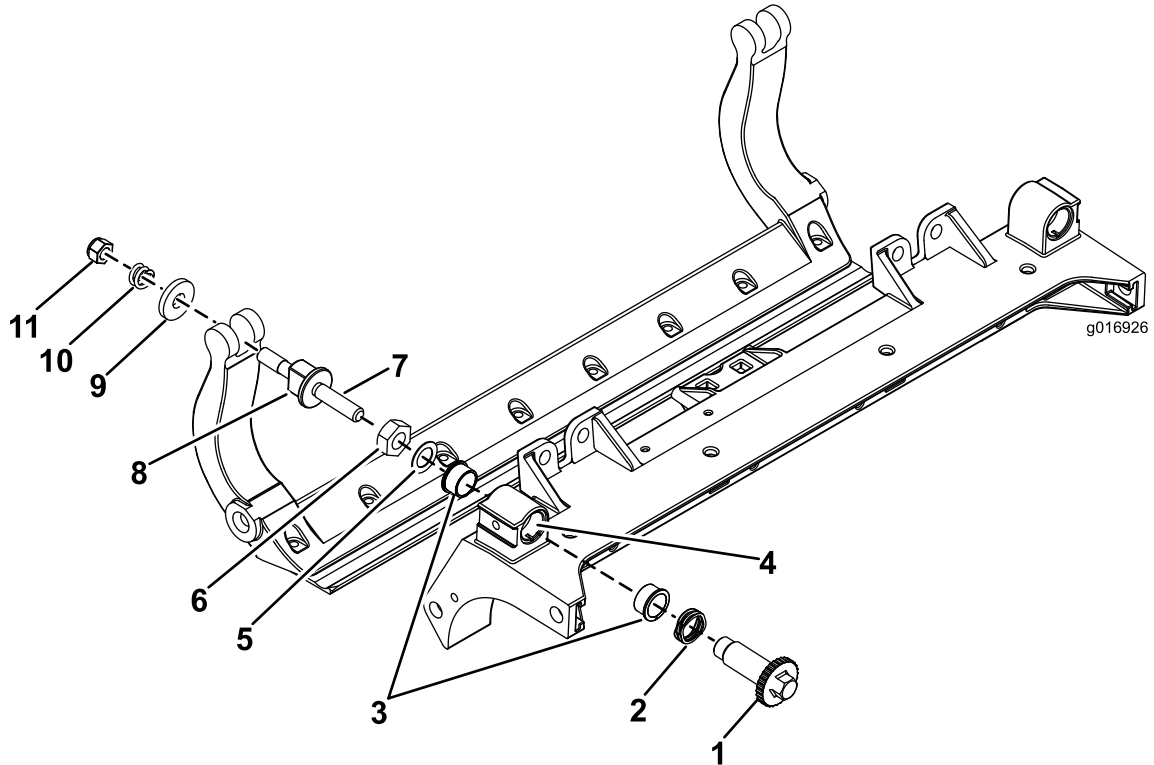

Figura 28
1. Rimuovete tutti i componenti (fate riferimento alle *Istruzioni per l'installazione* del kit DPA HD e a Figura 28).
2. Applicate del lubrificante Never Seize all'interno dell'elemento in cui vanno montate le boccole, sul telaio centrale dell'apparato di taglio (Figura 28).
3. Allineate le chiavette sulle boccole flangiate alle scanalature sul telaio e montate le boccole (Figura 28).
4. Montate una rondella ondulata sull'albero del dispositivo di regolazione e inserite l'albero all'interno delle boccole flangiate sul telaio dell'apparato di taglio (Figura 28).
5. Fissate l'albero del dispositivo di regolazione con una rondella piana e un dado di bloccaggio (Figura 28).
12. Posizionate una rondella in acciaio all'esterno di ciascuna rondella in nylon (Figura 28).
Nota: Le rondelle all'interno possono avere un gioco (Figura 28).
15. Serrate il dado su ciascun gruppo di regolazione della barra di appoggio fino a comprimere completamente la molla di compressione, quindi allentate il dado di 1/2 giro (Figura 28).